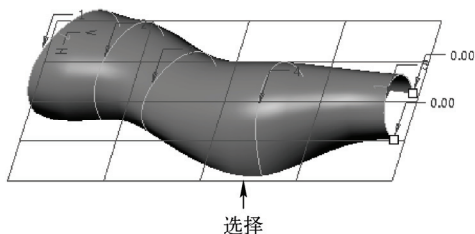

图 9-9 选择 5 条曲线
STEP 03 打开“样式”选项卡，单击“曲面”面板中的“曲面”按钮，打开“造型：曲面”选项卡，按住〈Ctrl〉键的同时，依次在模型上选择 5 条曲线，如图 9-9 所示。